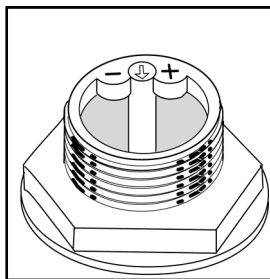

Рис. 26
- на горловине распределителя (рис. 26) имеется стержень со стрелкой, повернутой в положение “—” (заводская регулировка);